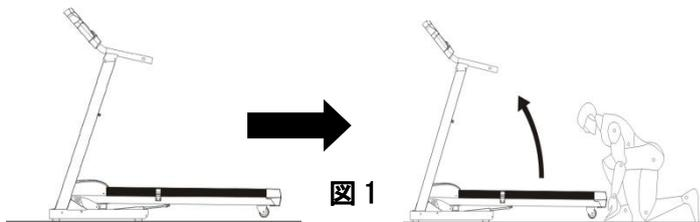

図1
- 1 本体が平らな状態であることを確認してください。(図1)
- 2 電源コードをコンセントから抜き、両手で本体の後方を支柱側へ持ち上げて下さい。(図1)